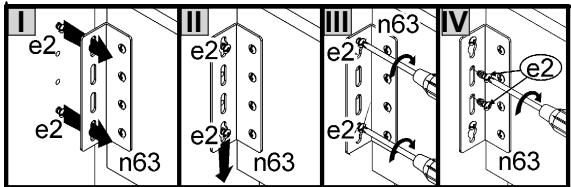

Рисунок 5
12. В отверстия $\varnothing 10$ мм на стенках боковых **1, 6** вставить гайки **r43** (см. рис. 5).
13. Соединить стенки боковые **1, 6** со спинкой задней **3** при помощи шкантов **f1**. Прикрутить спинку заднюю **3** к стенкам боковым **1, 6** винтами **j117** при помощи ключа **z1** (см. рис. 5).
14. Соединить стенки боковые **1, 6** со спинкой передней **2**, надев уголок металлический **n63** на ввернутые шурупы **e2** на спинке передней **2**. Закрепить уголок металлический **n63**, закрутив верхние и нижние, а также средние шурупы **e2** на спинке передней **2** до упора (см. рис. 5).